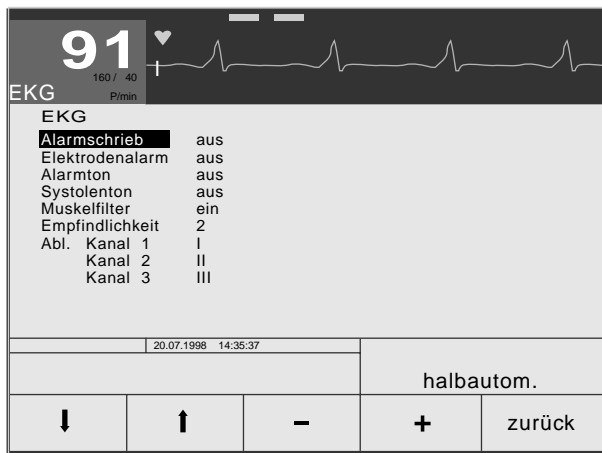

Bild 13-2. Konfiguration, EKG-Menü
- Sie öffnen das entsprechende Untermenü, z.B. „EKG“ (Bild 13-2).